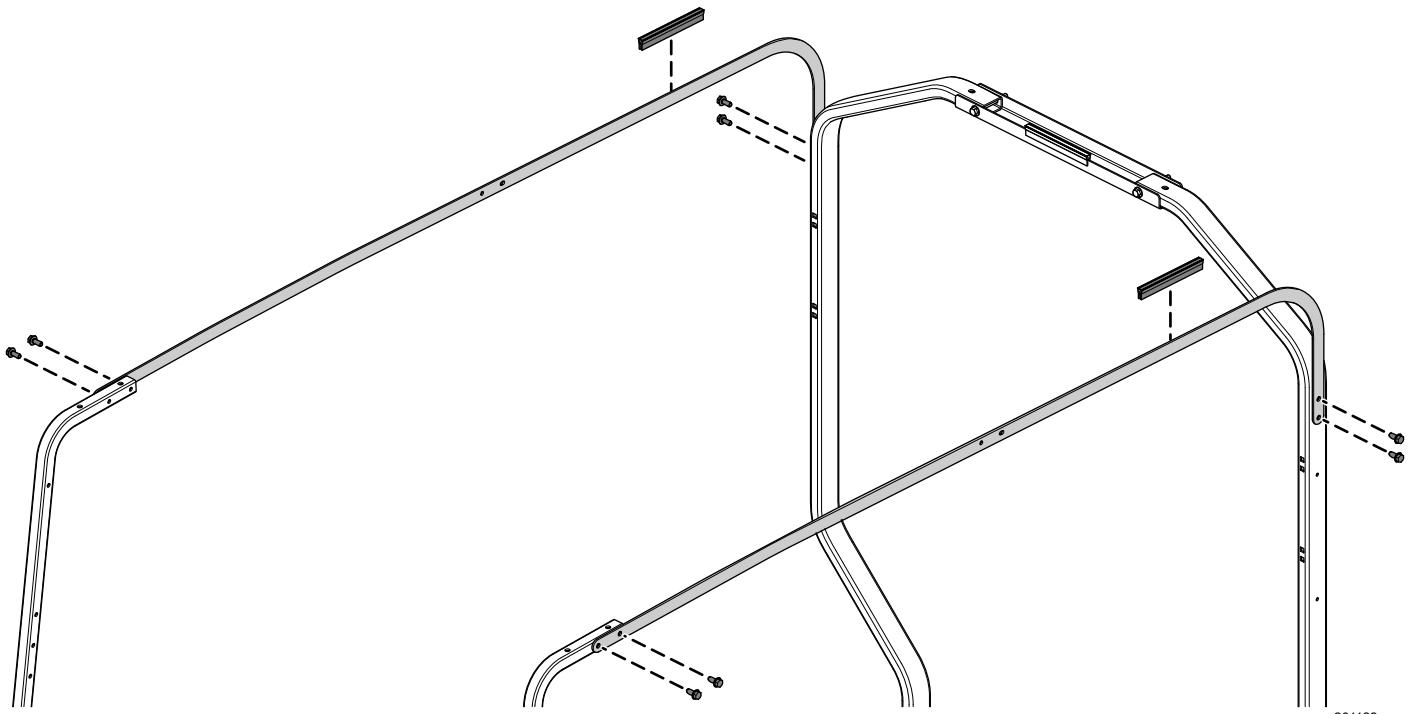

图14
1. 如图14 所示用 8 个六角垫圈螺栓 5/16 x ¾ 英寸将 2 个长顶篷支撑托架固定至前、后安装管。
2. 将 2 个修整密封条安装至 2 长顶篷支撑托架 图14。